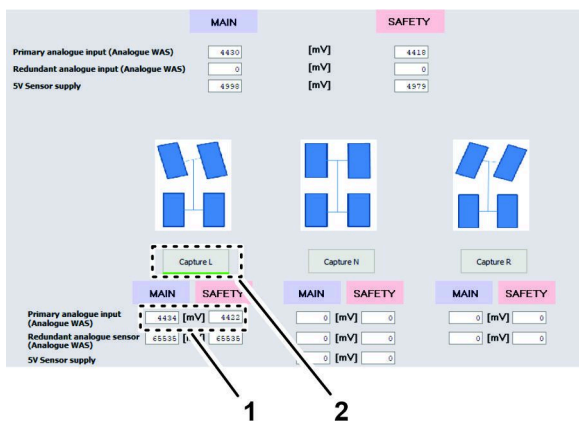

Figura 148
4. Clique no ícone CAPTURE L (Figura 148).